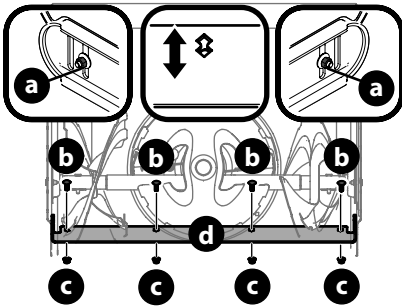

Figura 46
3. Afloje los pernos posteriores de las zapatas (a) a ambos lados de la caja de la barrena y extraiga los pernos del carro (b) y las tuercas hexagonales (c) que sujetan la placa de raspado (d) a la parte inferior de la caja de la barrena (Figura 46).
4. Ajuste la placa de raspado a una de las 2 posiciones de montaje. Vuelva a instalar y ajuste todos los pernos del carro, tuercas y fijadores de las zapatas antideslizantes que extrajo en el Paso 3 (Figura 46).